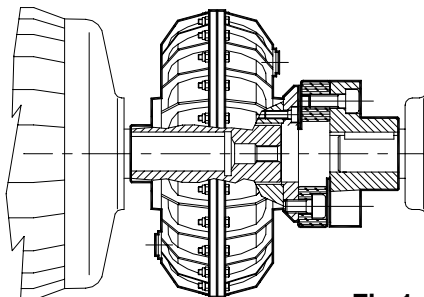

Fig.1
Per il montaggio del giunto ROTOFLUID al motore si deve agire sull'albero del giunto① in modo da evitare sforzi assiali sui cuscinetti. E' consigliabile fissare sull'albero motore un tirante filettato② sul quale viene avvitato un dado③, possibilmente appoggiato ad un cuscinetto reggispinta④ (Fig.1)
*For the mounting of the ROTOFLUID coupling to the motor it is indispensable to operate on the shaft① of the coupling to avoid axial stress on the bearings. It is recommended to fix on the motor shaft a screw stay② on which a nut③ is tightened possibly resting to a thrust bearing④ (see Fig.1)
- 1) Smontare l'elemento in gomma del giunto elastico (F) ROTOFLEXI come indicato in Fig.1
- 1) Demount the ROTOFLEXI rubber element (F) as shown at Fig.1